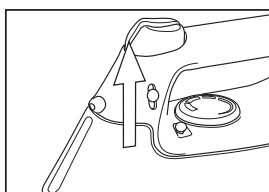

Fig. 7
- Régler la quantité de vapeur désirée en actionnant le curseur (**C**) de la position « 0 » à la position voulue (la sortie de vapeur maximum s'obtient sur la position haute) (fig. 7).